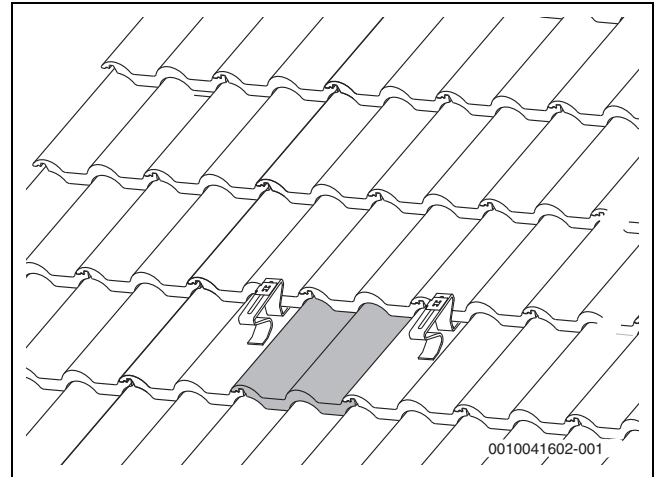

Bild 18 Mindestens einen unbelasteten Dachziegel zwischen zwei Dachhaken nebeneinander
- Dachhaken-Positionen festlegen und auf das Dach übertragen (→ Bild 18).